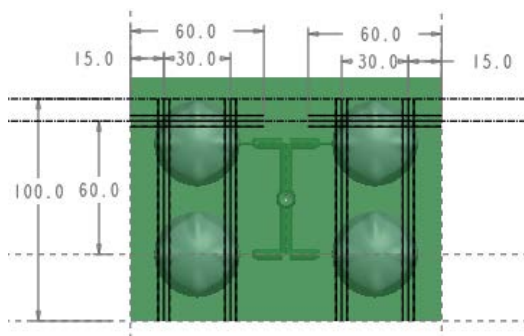

图 29.3 截面草图
Step5. 绘制截面草图。进入草绘环境后，绘制图 29.3 所示的截面草图。完成特征截面的绘制后，单击“草绘”操控板中的“确定”按钮 .